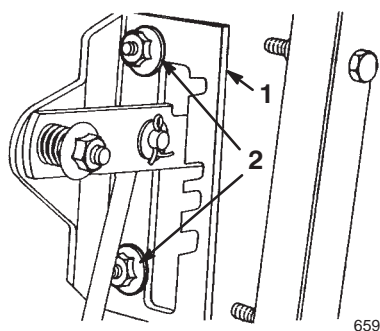
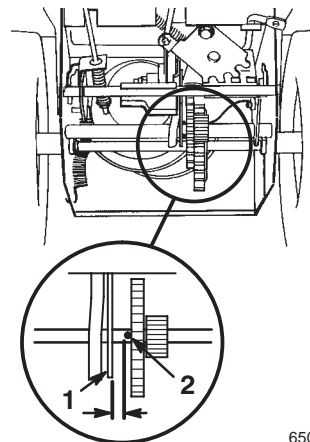

Figure 22
Figure 23
5. Desserrez les écrous à embase de fixation de la plaque de changement de vitesse au panneau de commande (Fig. 22).
Remarque : L'ensemble de transmission doit se trouver à 3 mm de la goupille. Si ce n'est pas le cas, faites glisser la plaque de changement de vitesse (Fig. 22) pour obtenir l'écartement correct de 3 mm (Fig. 23).